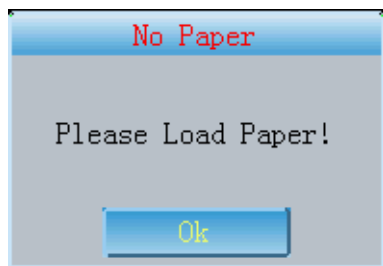

Figura 6-2 Pedido de falta de papel
6.1.3 Si el papel de registro se agota durante el registro, el dispositivo dejará de imprimir automáticamente y la pantalla mostrará un aviso de falta de papel, como se muestra en la Figura 6-2.